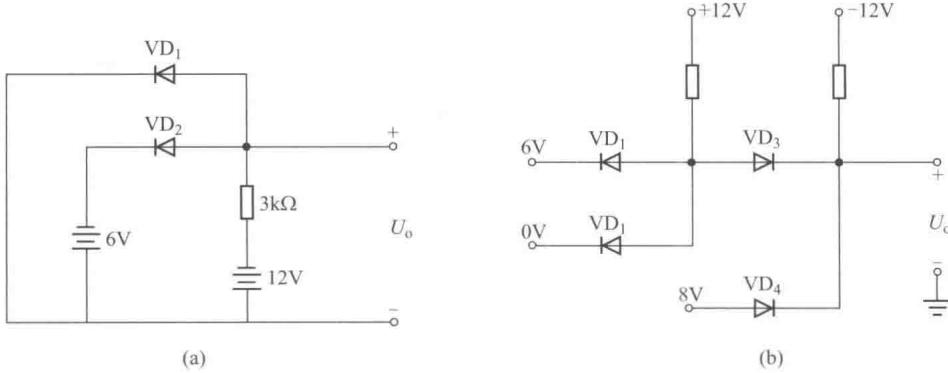

图 1-4
1. 电路和参数如图 1-4 所示, 试分析各二极管的工作状态, 并求出  $U_o$  的值。设二极管正向压降为 0.7V。